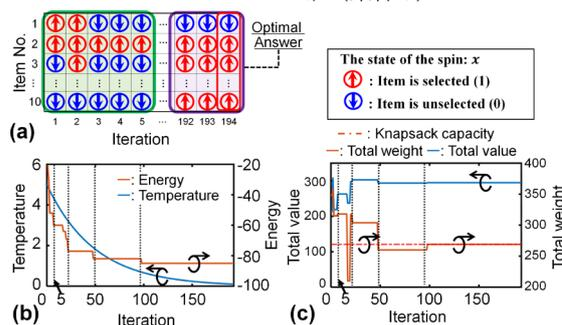
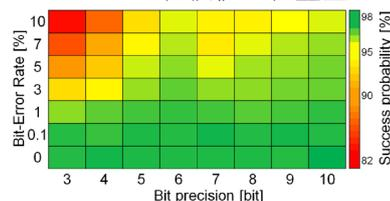

図 3 10 ビット精度、BER=3% の SA 結果 (a) スピンの更新 (b) 温度とエネルギー変化 (c) 選択したアイテムの総価値と総重量
図 4 ReRAM CiM のビット精度と BER における成功確率
提案する SA アルゴリズムの ReRAM CiM へのマッピング手法では、ナップサック問題をハミルトニアンに定式化し、二次形式に展開する。QUBO 行列を量子化し、二次形式のハミルトニアン q^T, Q, q を、ReRAM CiM の Bit-line (BL)、ReRAM のコンダクタンス、Word-line (WL) にそれぞれマッピングする。量子化ビットの“1”を“0”に反転させることで、ReRAM デバイス特性の LRS エラーを再現する。図 3 に、10 ビット精度、BER3% のシミュレーション結果を示す。図 4 に ReRAM CiM のビット精度と BER を変えた場合の成功確率 (ナップサック問題を 10,000 回試行し最適解を得た確率) を示す。95% 以上の成功確率を基準とした場合、提案の AER を ReRAM CiM に適用すると、BER が 0% となるため、3 ビットまでビット数を減らすことができる。また、AER は Current Window を 21.2% 広げることができるので、5 ビットは 6 ビットに精度が向上し、許容 BER が 5% から 10% と 2 倍になる。